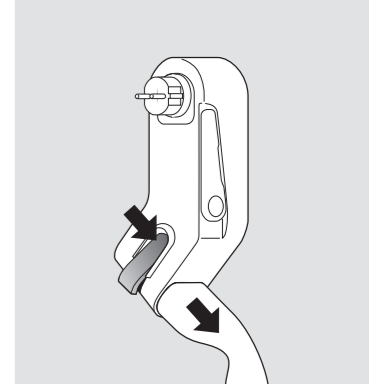

Рис. 3: Пристрій для розблокування розетки типу 2
- Від'єднайте мобільну док-станцію (Mobility Dock) (A) від розетки
- Розблокуйте (D) настінний кронштейн (E) і поставте його у вихідне положення
- При необхідності розблокуйте зарядний штекер оранжевим важелем (B) та від'єднайте його (див. рис. 3)